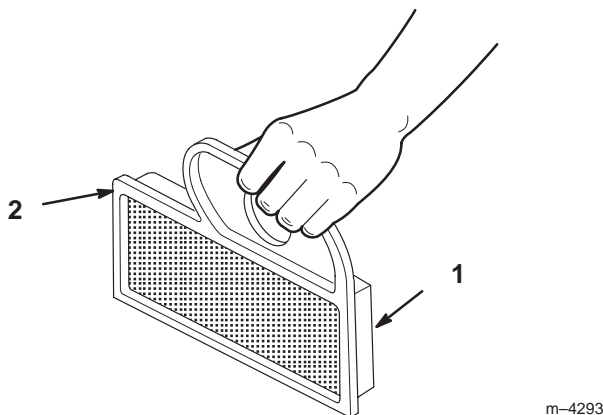

Figure 22
- Tapotez doucement l'élément sur une surface plane pour faire tomber la poussière et la saleté (Fig. 22).